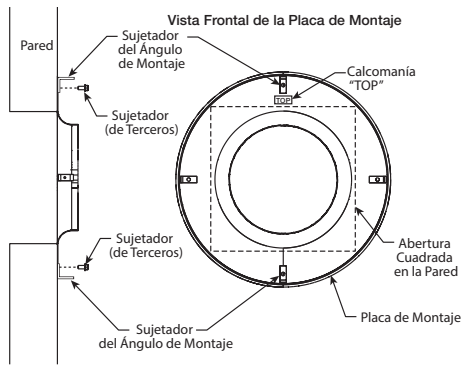

Figura 3
5. La parte superior de la placa de montaje (TOP) está etiquetada; fija la a estructura de la pared con sujetadores apropiados (fabricados por terceros). Los sujetadores deben pasar por los orificios proporcionados en los sujetadores del ángulo de montaje en la placa de montaje. Para superficies irregulares, es posible que se requieran cuñas. Consulte la Figura 3.